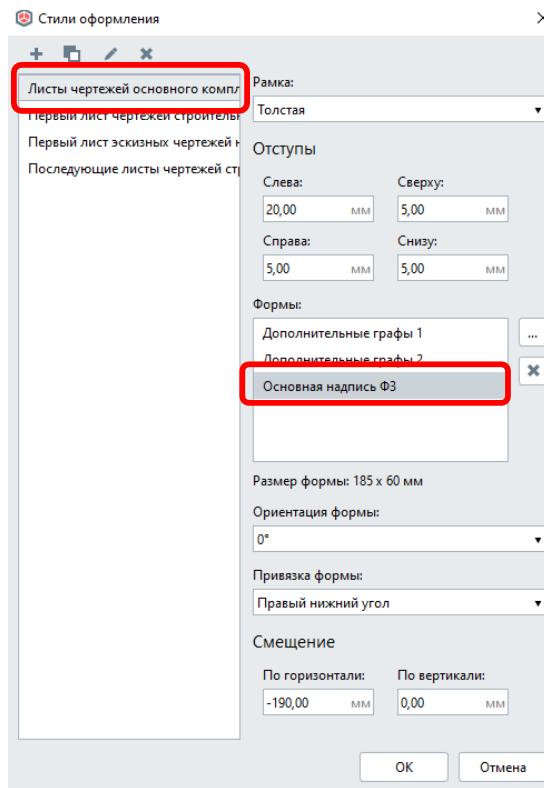

Рис. 2 Окно Стили оформления
4. Далее в **Параметрах** выбираем **Стиль оформления** и выбираем **Другой**. В открывшемся окне выбираем следующее (рис. 2) и нажимаем **OK**